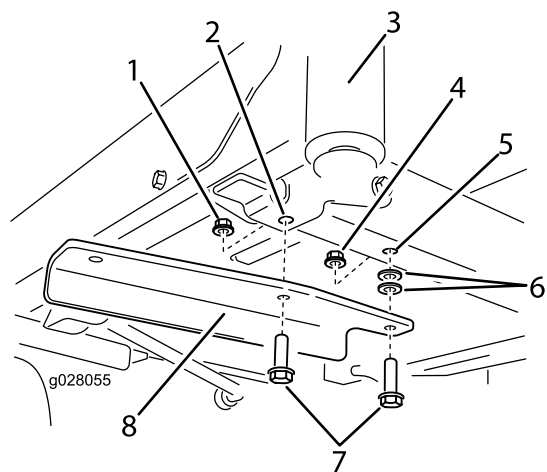

Figura 3
- Assicurate la staffa al telaio mediante due bulloni (3/8 x 1-1/4 poll.) due rondelle e due dadi di bloccaggio (3/8 poll.) (Figura 3). Uno dei dadi di bloccaggio è a corredo nelle parti sciolte, l'altro è quello precedentemente rimosso.